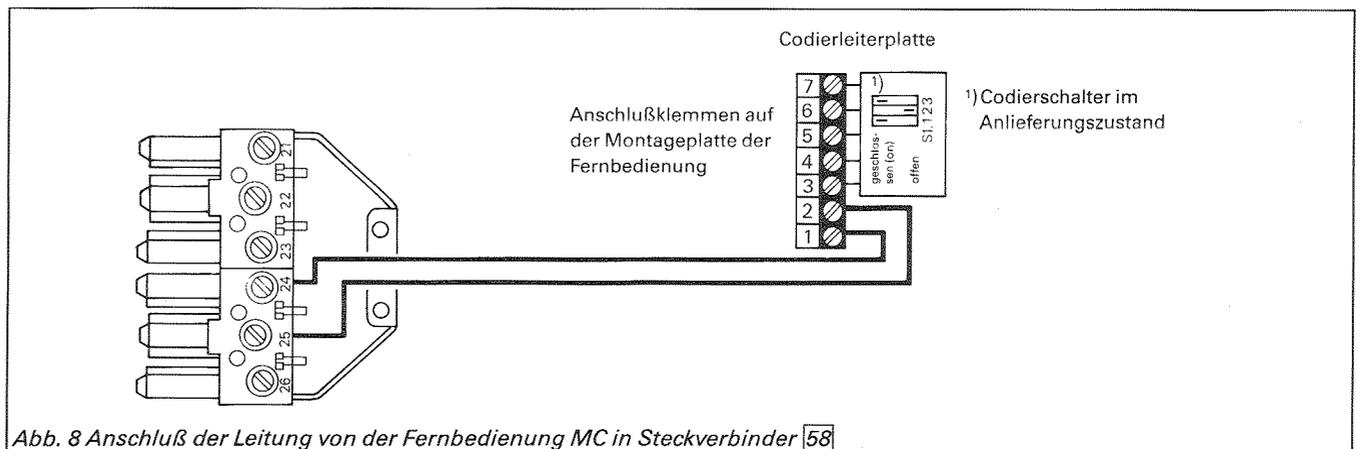

Abb. 8 Anschluß der Leitung von der Fernbedienung MC in Steckverbinder [58]
1. Anschlußleitung von der Fernbedienung MC in Steckverbinder [58] entsprechend Abb. 8 anschließen. Siehe auch „Montageanleitung für Fernbedienung MC“.